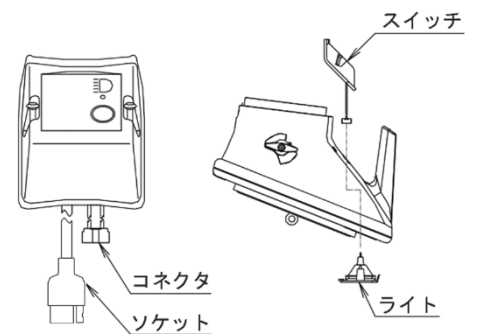

Fig.3
3. 2で開けた穴にスイッチから出ているコネクタを通してライトと接続し、ライトをフード吸引側に取付けてください。(Fig.3)